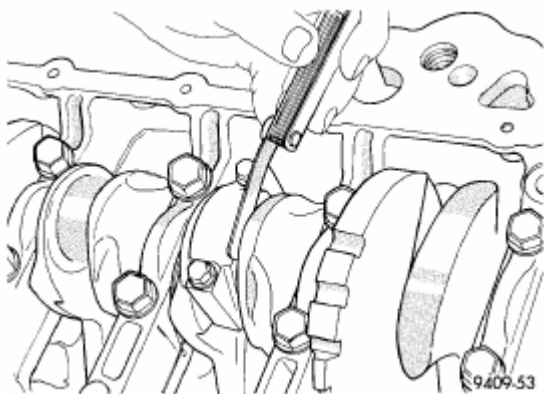

Рис. 65. Проверка бокового зазора шатуна.
(9) Затянуть болты моментом 54 Н·м ПЛЮС 1/4 оборота (40 футов.фунт-силы ПЛЮС 1/4 оборота).
(10) При помощи щупа проверить боковой зазор шатуна (Рис.65).